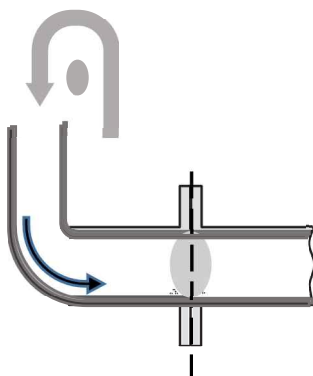

Figure 10. 설치방향 3.
- . 배관의 원심형 펌프 구간에 설치할 경우, 펌프 축과 밸브 축이 수직이 되도록 설치합니다. (Figure 10. 참조)